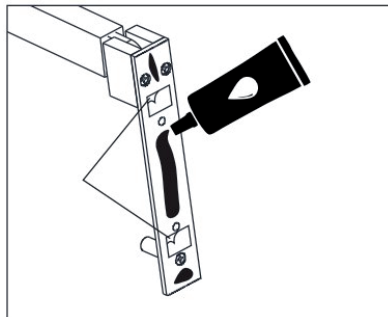

Figura 2
1. Staccare la copertura del nastro adesivo sui tasselli e applicare la colla in modo uniforme sul punto vuoto. Come mostrato nella Figura 2